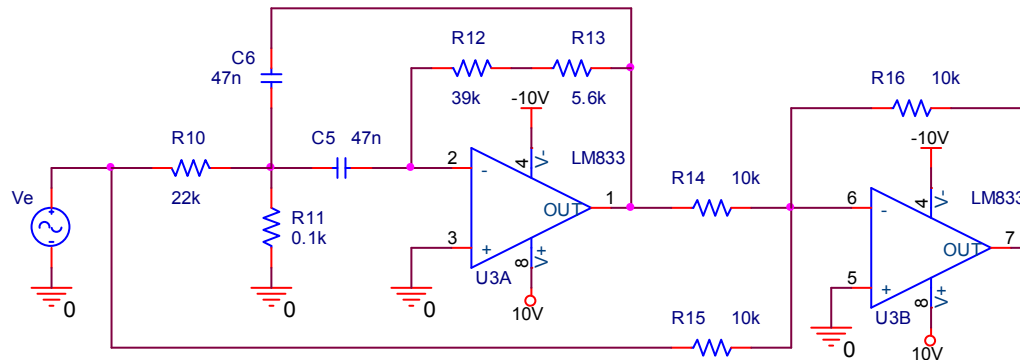

Figura 3
8) Realice las modificaciones necesarias, como se muestra en la figura 4, para convertir en filtro pasa banda de la figura 3 en un filtro supresor de banda y llene la tabla 3.